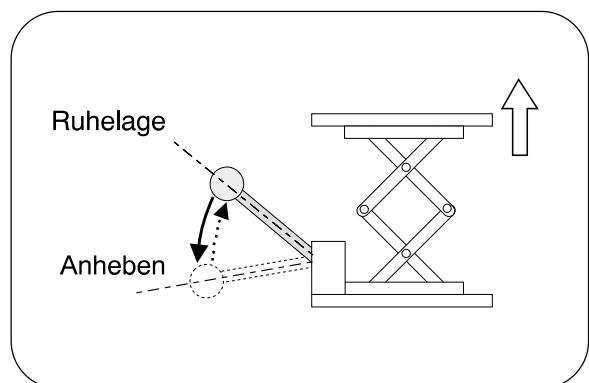

Bild 5
- Bedienhebel von der Ruhelage nach unten drücken (Bild 5)